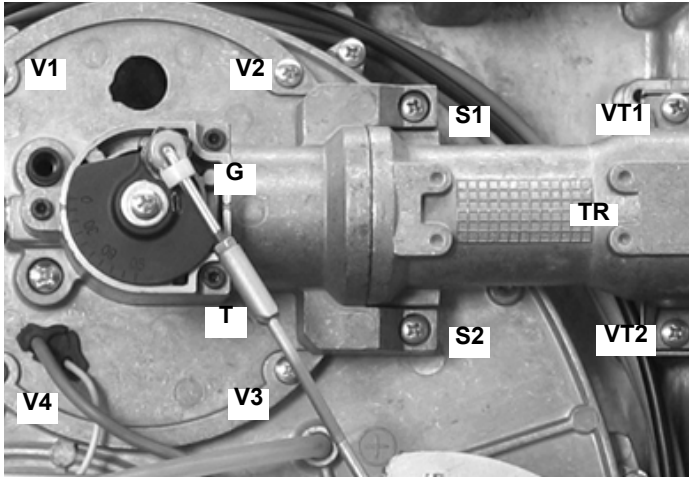

Fig. 48
- Desmonte, controle y limpie el cabezal de combustión (véase Fig. 48 y siguientes)